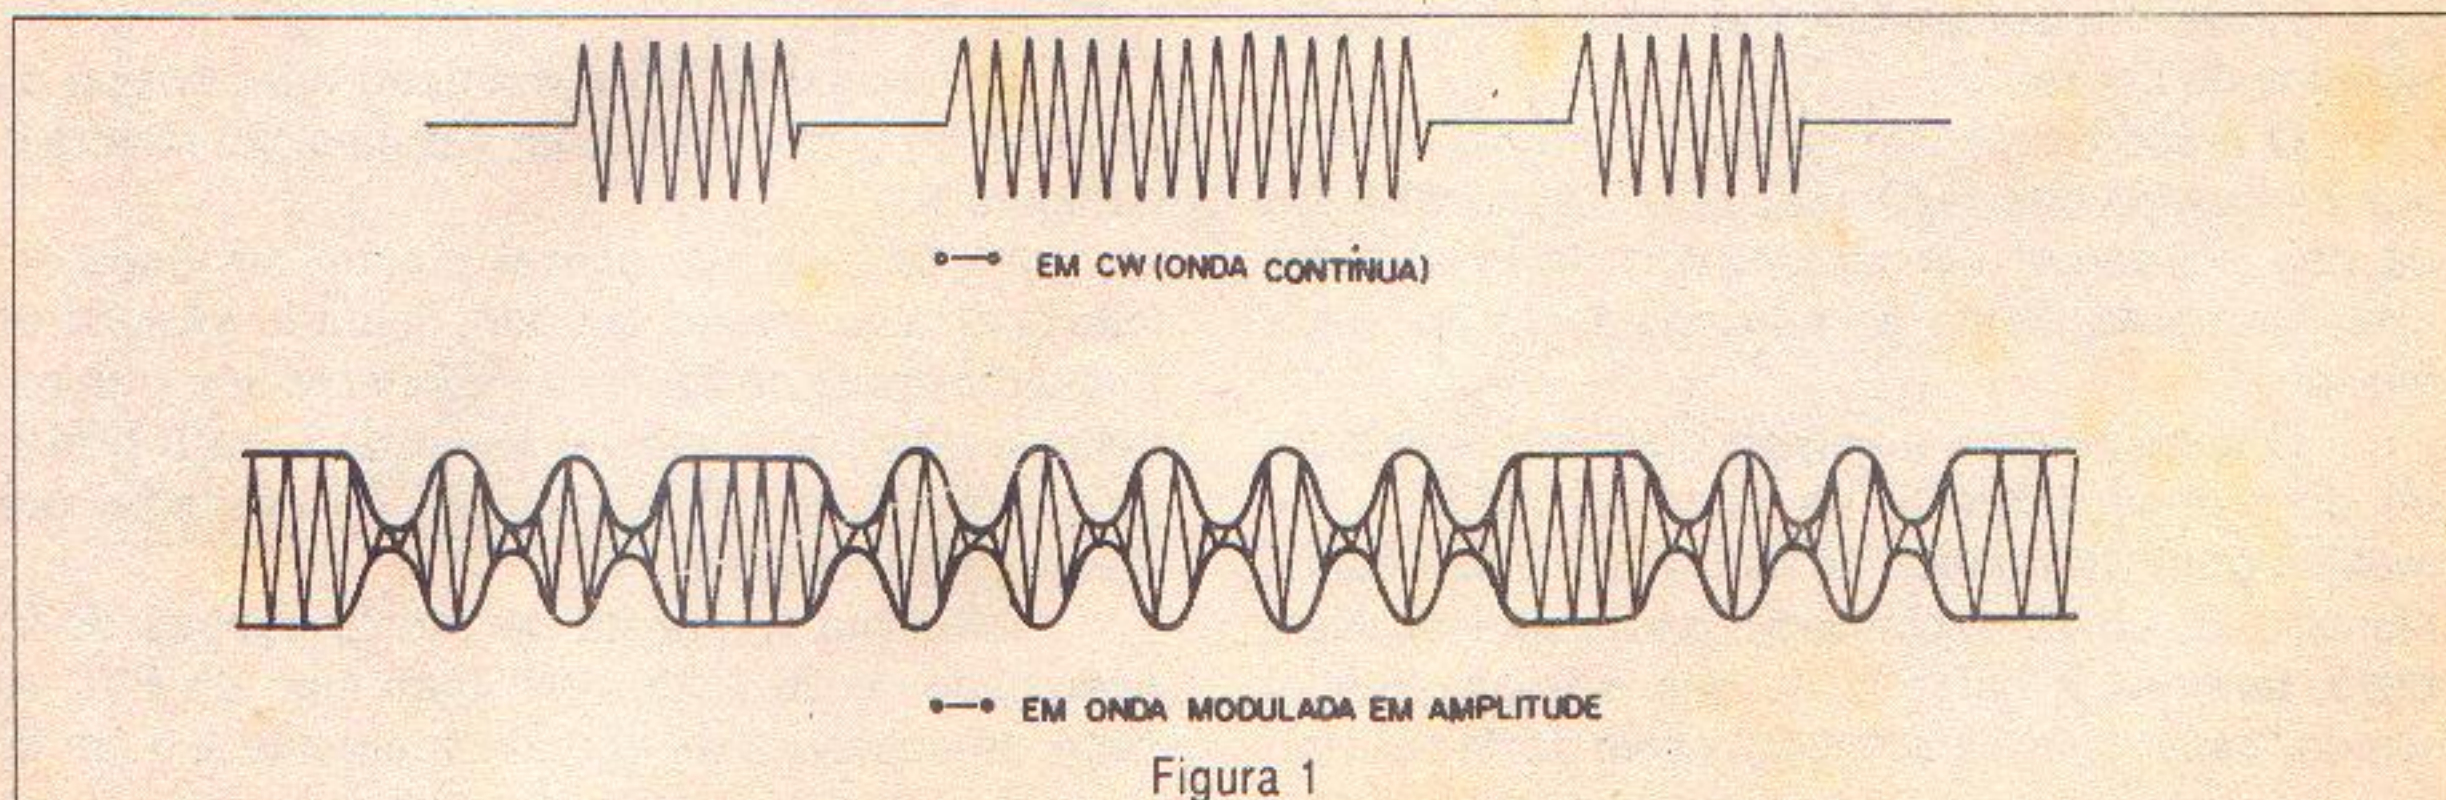

Figura 1
ou então com sinal modulado em tom (AM). Para maior alcance, recomendamos a operação em CW, caso em que o receptor deve ter um oscilador local (BFO ou Oscilador de Frequência de Batimento) que produz o tom para tornar agradável a escuta, enquanto para treino ou transmissão à distâncias menores, recomendamos o uso da modalidade com modulação em tom. As duas modalidades tem as formas de onda mostradas na figura 1.